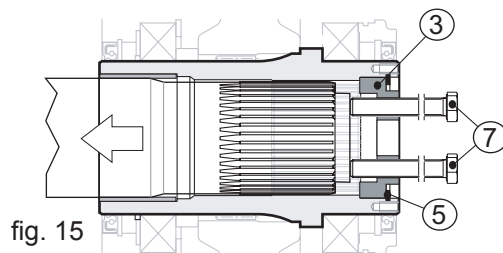

fig. 15
Quitar el tornillo de fijación (pos. 6) de su alojamiento. Introducir dos tornillos (pos. 7) en los dos orificios roscados de la placa de fondo (pos. 3), enroscarlos hasta que toquen el eje de la máquina (pos. 1) y seguir enroscándolos de forma alterna dando una vuelta por vez como máximo (véase fig. 15).